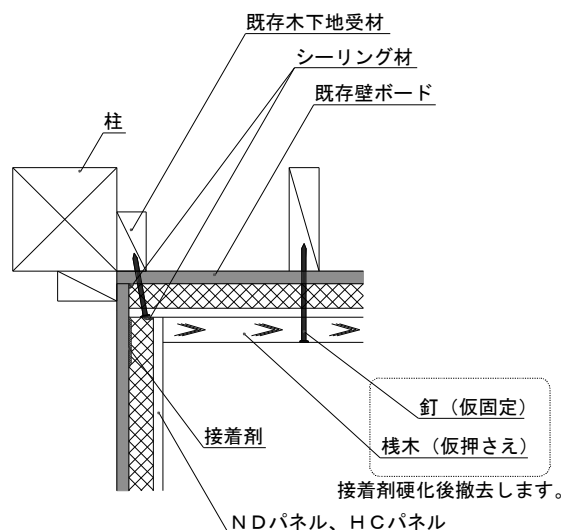

図8 壁一壁の入隅部納まり図 (例) 接着剤固定
- ・ 既存木下地受材が小さい、又は断熱材厚さが厚い等で、ビスの斜め打ちで固定がしっかりできない場合は、図8のように接着剤を使用して下地ボードに固定します。なお、接着剤が硬化するまで、栈木等を使い仮押さえをしてください。